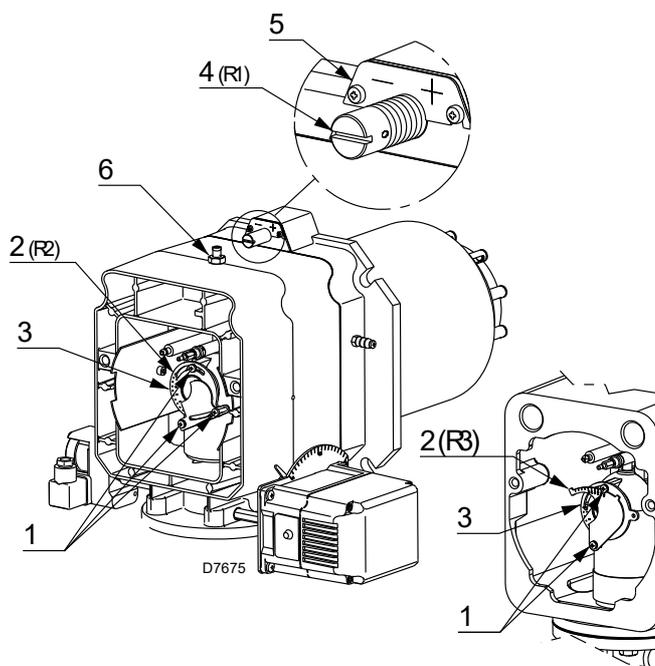

Fig. 19
- tourner la vis 4)(Fig. 19) jusqu'à faire coïncider l'encoche trouvée avec le plan avant 5) de la bride.
- Desserrer les 3 vis 1)(Fig. 19) et faire tourner la bague 2) jusqu'à la faire coïncider avec l'encoche trouvée avec l'indice 3).